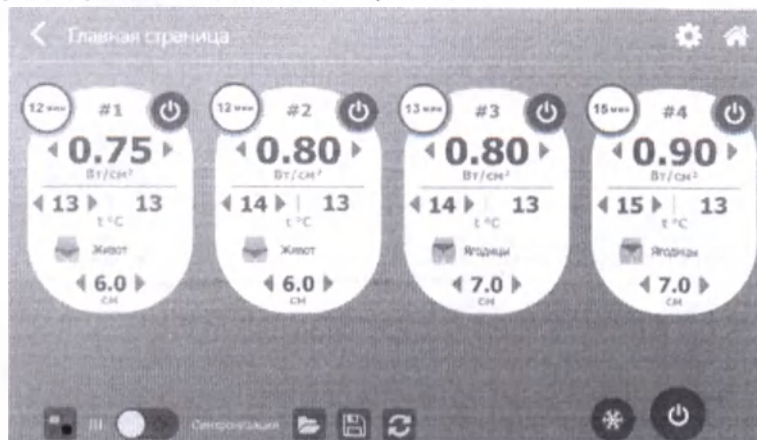

Рис.10.1 – Окно главного меню программы Прибора
10.1. После ввода кода доступа на экране Прибора появляется главное меню программы для настройки параметров, как показано на рис.10.1.